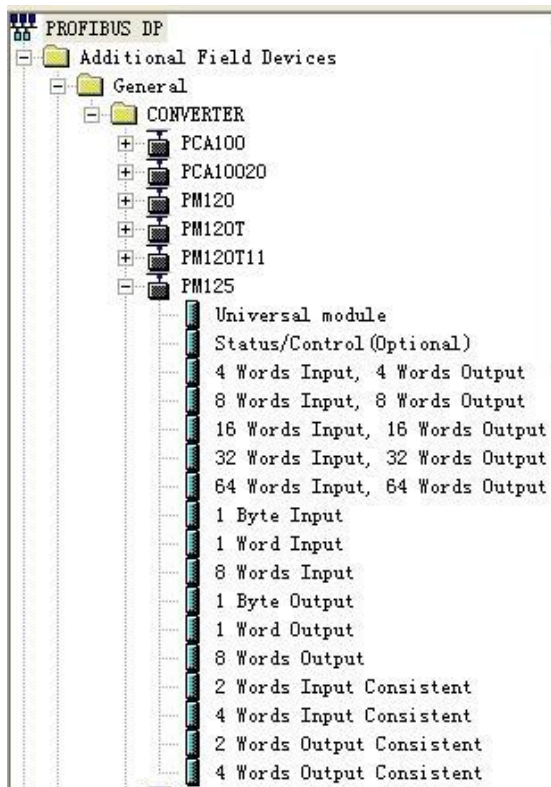

图 6
6. 您可以在这里找到您注册的设备, 右侧窗口/PROFIBUS DP/Additional Field Devices/Converter/PM125/, 如图 6 所示